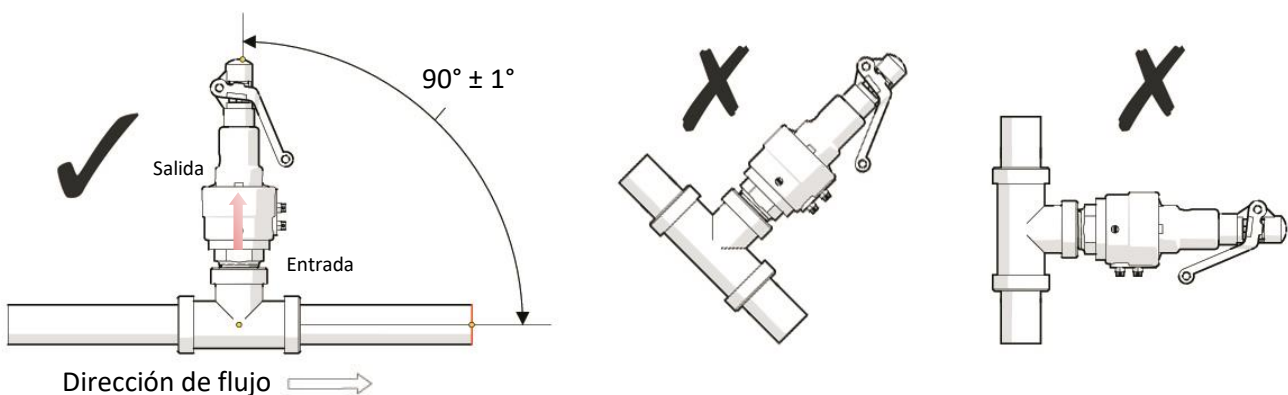

Fig. 3 Posición y orientación correcta de una VRP
2. La válvula siempre debe de ser instalada con la *flecha* en posición vertical y orientada con la *palanca* hacia arriba, la válvula modelo 210 no está diseñada para ser montada en otra posición. (Fig.3)